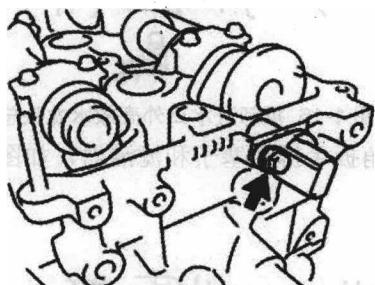
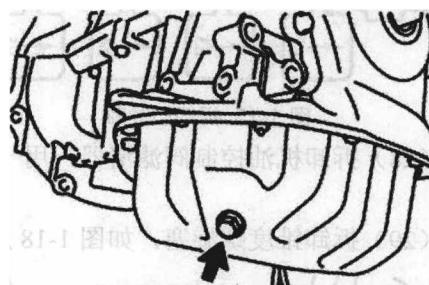

图 1-11 拆卸位置传感器
图 1-12 拆卸排放塞和垫片
(9) 拆卸凸轮轴位置传感器，如图 1-11 所示。
(10) 拆卸曲轴带轮。
(11) 拆卸凸轮轴正时机油控制阀总成。
(12) 拆卸链条张紧器总成。
(13) 拆卸水泵带轮，水泵总成。
(14) 拆卸油底壳排放塞和垫片，图 1-12 所示。